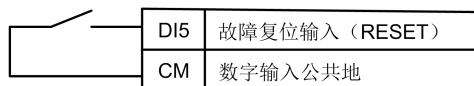

图 7-1 面板运行数字/飞梭设定接线图
- 1：面板运行数字设定** 应用接线图见图 7-1，宏关联参数见表 7-1。
- 2：面板运行飞梭设定** 应用接线图见图 7-1，宏关联参数见表 7-1。